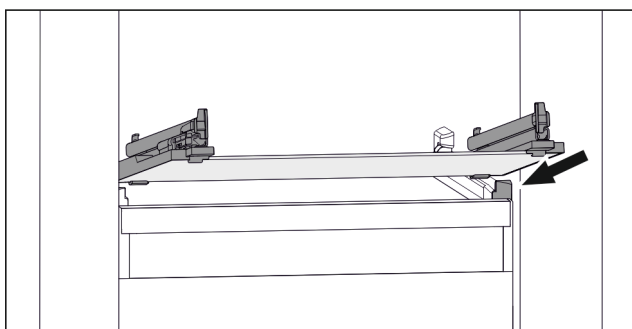

Fig. 107 Příklad znázornění skleněné desky
- ▶ Nasad'te skleněnou desku šikmo za zářážky. (viz Fig. 107)